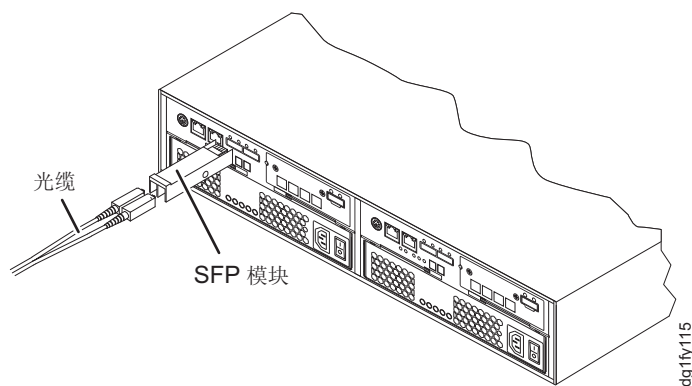

图 3-9. 将 SFP 模块安装到主机端口中
4. 将 SFP 模块插入主机端口, 直至其卡嗒一声就位。请参阅图 3-9。